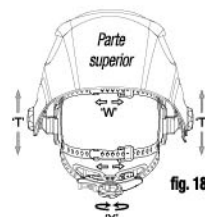

fig. 18
La circunferencia general del amés puede aumentarse o disminuirse girando la perilla de la parte posterior del amés (consulte el ajuste "Y" en la fig. 18). Esto se puede hacer mientras se utiliza la pantalla y permite ajustar la tensión adecuada para mantener la pantalla bien ceñida a la cabeza sin que esté demasiado apretada.
• Si tiene colocado el amés demasiado arriba o demasiado abajo, ajuste la correa que pasa por su coronilla. Para ello, suelte el extremo de la cinta y saque el pasador de bloqueo del orificio de la cinta. Puede aumentar o disminuir la anchura de las dos partes del amés, según sea necesario. Para ello, introduzca el pasador de bloqueo por el orificio más cercano (consulte el ajuste "W" de la fig. 18).